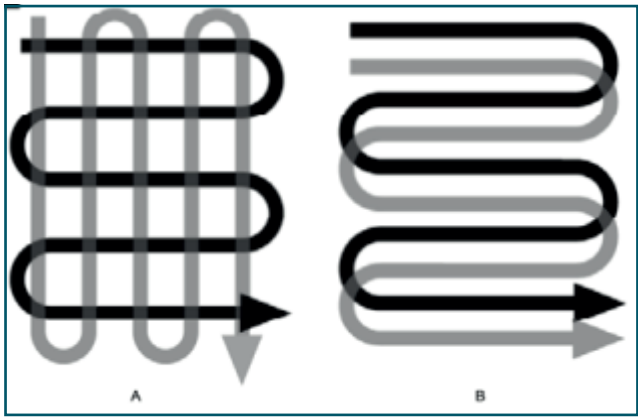

Рис.13
- При підготовці ділянки до посіву обробляйте ґрунт, використовуючи маршрути, вказані на Рис. 13.